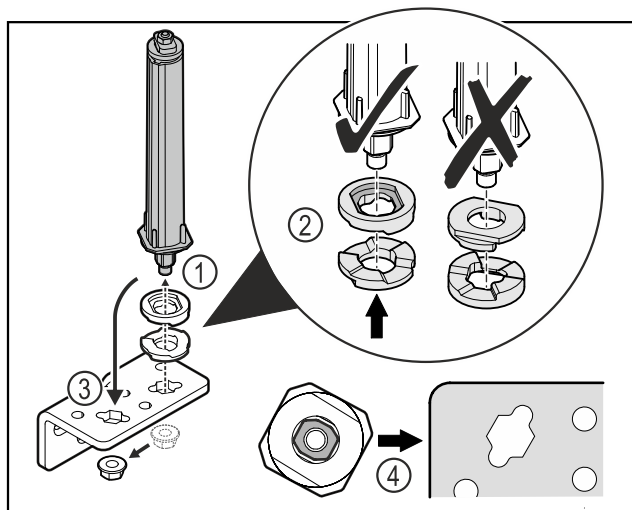

Fig. 32
- ▶ Oldja ki az anyát, és távolítsa el az ajtózáró rendszert Fig. 32 (1).
- ▶ Ügyeljen a magasságállító alátétek helyes beigazítására Fig. 32 (2).
- ▶ Helyezze át az ajtózáró rendszert a zsanéridombban, és rögzítse az anyával Fig. 32 (3).
- ▶ Behelyezéskor ügyeljen az ajtózáró rendszer helyes beigazítására Fig. 32 (4).